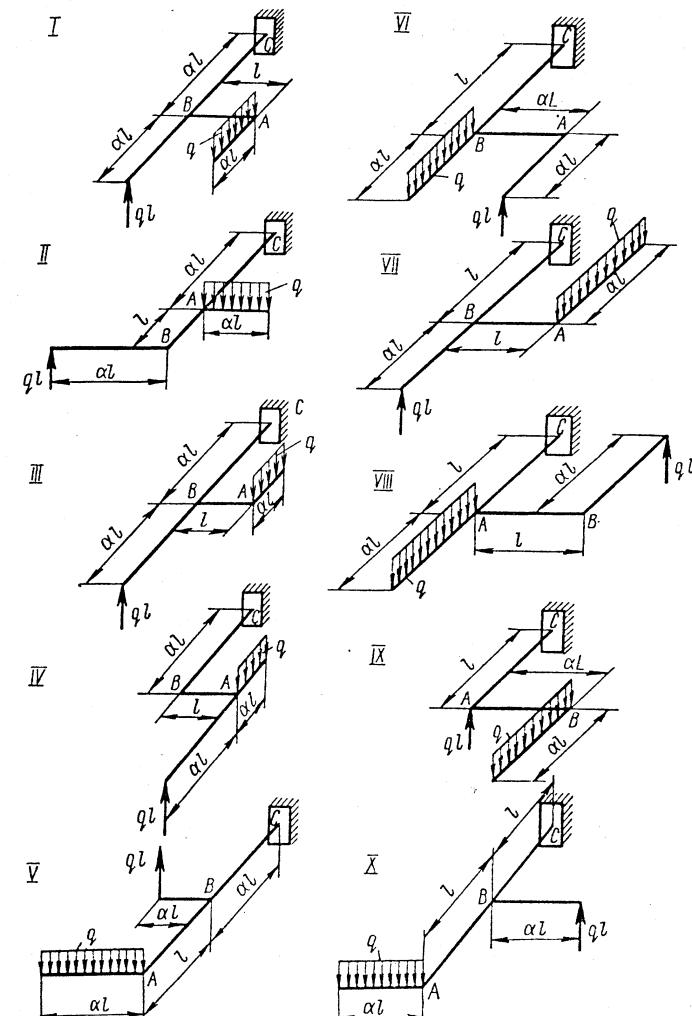

Рис. 9
**Задача 9.** На рис. 9 изображена в аксонометрии ось ломаного стержня круглого поперечного сечения, расположенная в горизонтальной плоскости, с прямыми углами в точках  $A$  и  $B$ . На стержень действует вертикальная нагрузка. Требуется: 1) построить отдельно (в аксонометрии) эпюры изгибающих и крутящих моментов; 2) установить опасное сечение и найти для него расчетный момент по четвертой теории прочности. Данные взять из табл. 8.